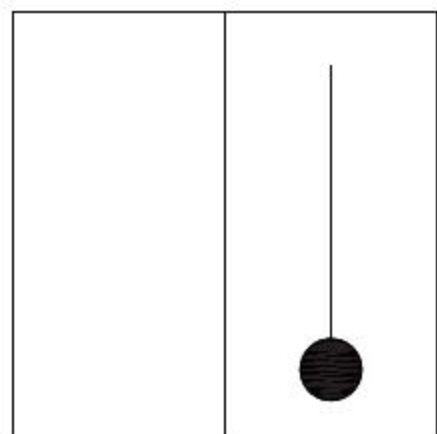

图8-134 填充图案
**05** 调用H【图案填充】命令，选择SOLID图案，填充结果如图8-134所示。